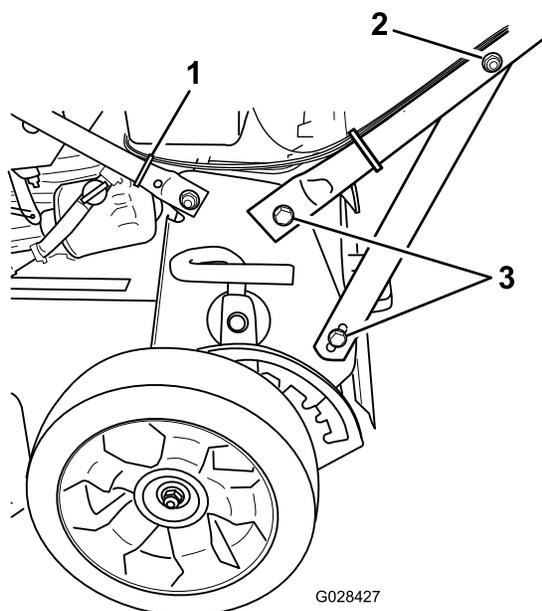

Рисунок 4
4. Затяните детали крепления рукоятки с обеих сторон машины, как показано на Рисунок 4.
5. Используйте кабельную стяжку, чтобы прикрепить тросы к нижней рукоятке в месте, показанном на Рисунок 4.